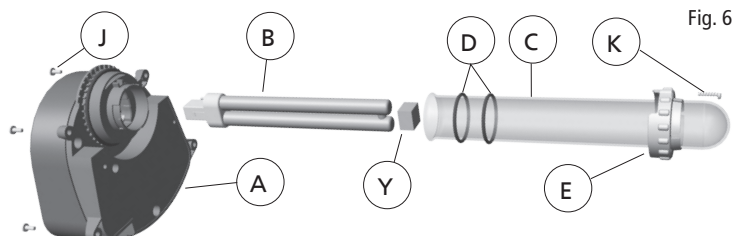

Fig. 6
**Substituição da lâmpada UV-C:** para manter um excelente desempenho, a lâmpada UV-C (B) deverá ser substituída todos os anos. A Primavera é a época ideal, durante a manutenção do lago pré-estação.
**Limpeza da manga de quartzo:** embora passe apenas água filtrada pela secção UVC do filtro Pressure-Flo, a manga de quartzo (C) pode ficar revestida com calcário, que irá prejudicar o desempenho da lâmpada UV-C (B). É recomendável que verifique e limpe a manga de quartzo (C) regularmente. A frequência da limpeza depende das condições do lago. Para aceder à lâmpada UV-C (B) e à manga de quartzo (C), efectue o seguinte:
4. Retire a cabeça UV-C (A) (Fig. 6) do filtro desapertando os 4 parafusos (J) que apertam a cabeça UV-C à tampa do filtro (G). A cabeça UV-C está equipada com parafusos Anti-Perda. Não necessita de retirar completamente os parafusos. Desaperte-os apenas até a Cabeça UV-C estar desengatada.